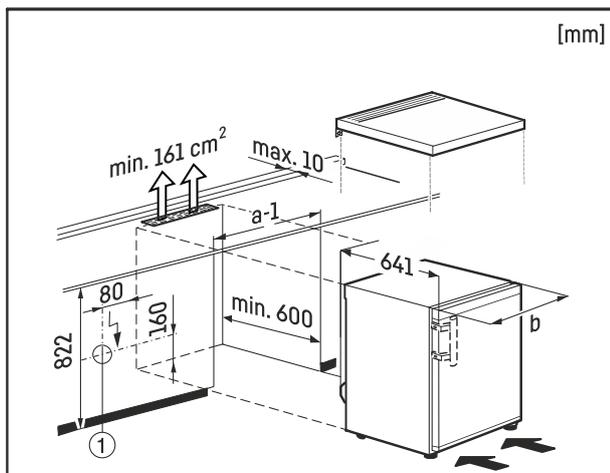

Fig. 9
Die Steckdose Fig. 9 (1) muss dabei außerhalb der Geräterückseite liegen und leicht zugänglich sein.